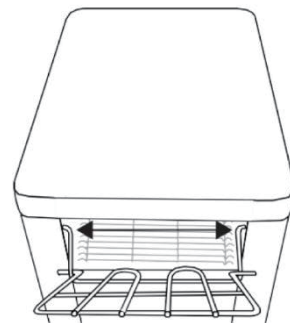

Fig. 1
1. Serrez les bras du distributeur et faites-les passer dans les trous de montage du distributeur (Fig. 1).